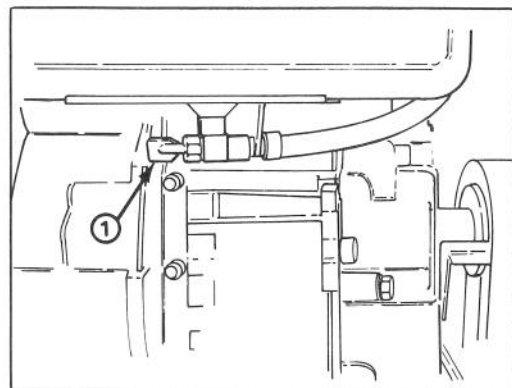

Abbildung 11
**Benzinhahn** (Abb. 11)—Der Benzinhahn befindet sich unten am Kraftstofftank. Den Benzinhahn schließen, um den Kraftstofffluß vom Kraftstofftank zu stoppen. Den Hahn öffnen, damit das Benzin in den Vergaser fließen kann. Den Benzinhahn schließen, wenn die Fräse nicht im Betrieb ist.